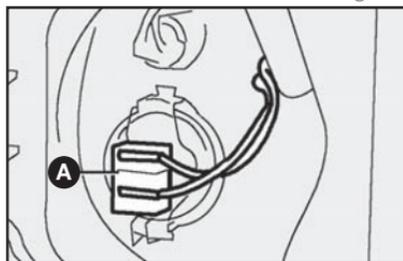

fig. 14
2) soltar el conector **A-fig. 14** de alimentación de la lámpara;